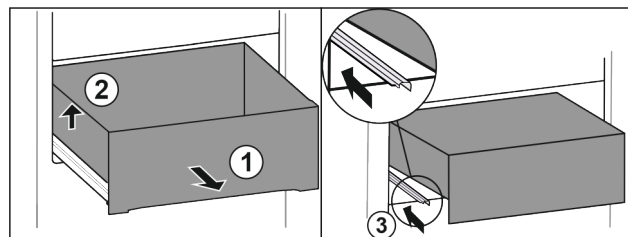

Fig. 88
- Vytáhněte zásuvku až na doraz. *Fig. 88 (1)*
- Nadzvedněte zásuvku vlevo. *Fig. 88 (2)*
- Zasuňte levou kolejničku. *Fig. 88 (3)*